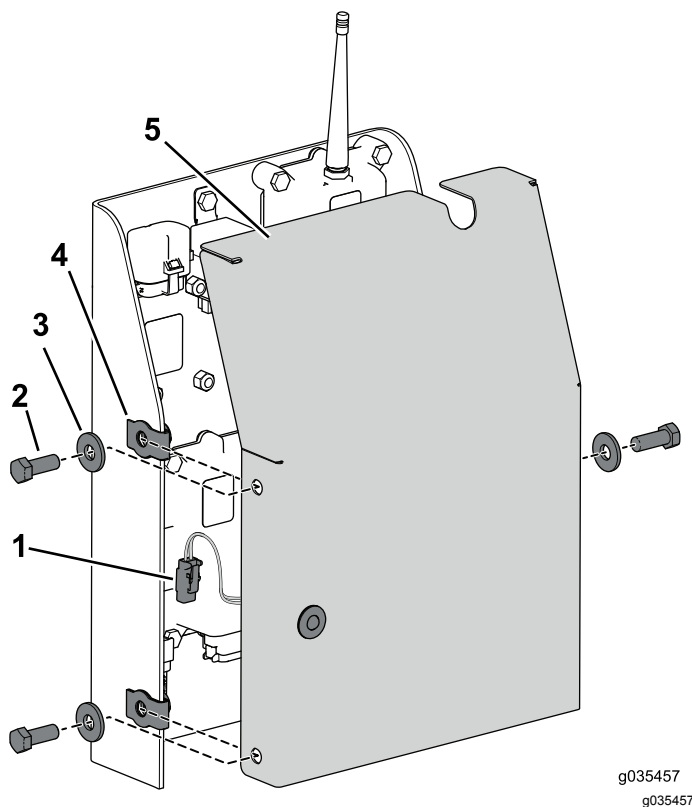

図 26
1. インジケータランプをワイヤハーネスに接続する 図 26。
2. カバーをコンパートメントに固定する先ほど外したボルト 3/8 x 1 インチとナットを使う 図 26。